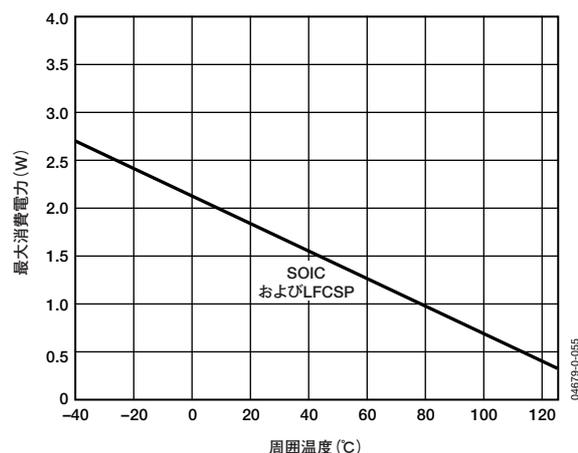

図3. 4層の回路基板を使用した場合の最大消費電力の温度特性
消費電力	図3を参照
図3に、周囲温度に対するパッケージの最大安全消費電力の特性を示します。これは、JEDEC規格に適合する4層の回路基板に露出パドル (EP) 付きの8ピンSOICパッケージ ( $\theta_{JA}=70^\circ\text{C/W}$ )、またはLFCSP ( $\theta_{JA}=70^\circ\text{C/W}$ ) を実装した場合で、 $\theta_{JA}$ は概算値です。